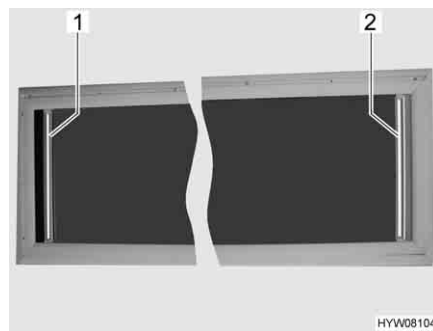

Fig. 52 Finestra apribile sul tetto
- Afferrare la tendina oscurante pieghevole (Fig. 52,2) per la parte centrale della barra di presa, estrarla e rilasciarla nella posizione desiderata. La tendina oscurante pieghevole rimane in questa posizione.
- Afferrare la tendina oscurante pieghevole (Fig. 52,2) per la parte centrale della barra di presa e spingerla lentamente nella posizione iniziale.
- Afferrare la protezione contro gli insetti (Fig. 52,1) per la parte centrale della barra di presa, estrarla e rilasciarla nella posizione desiderata. La protezione contro gli insetti rimane in questa posizione.